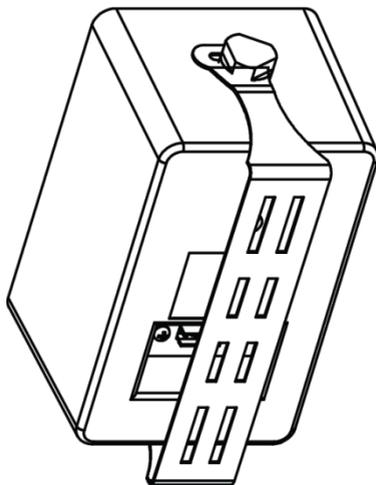

Рис. 3. Громкоговоритель Yarden 4-0 с присоединенным кронштейном
4. Совместите отверстия под шурупы на кронштейнах (верхние и нижние) с отверстиями на громкоговорителях и заверните рукоятки таким образом, чтобы каждое из отверстий удерживало громкоговоритель в кронштейне (см. рис. 3).